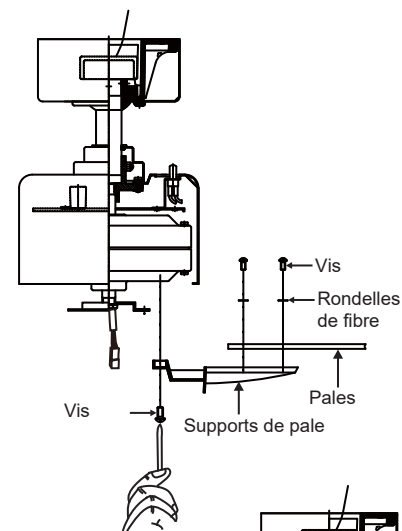

Fig. 16
**Étape 1.** Fixer une pale sur un support de pale à l'aide des vis et rondelles de fibres fournies. (Fig. 16)
**Étape 2.** Fixer chaque support de pale sur le moteur à l'aide des vis de montage « préinstallées » sur les supports de pale (Fig 16).